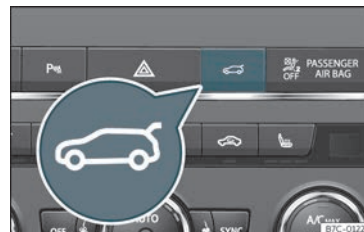

Fig. 80 Consola central: tecla per obrir i tancar la porta posterior.
- **O BÉ:** premeu durant almenys un segon la tecla a la consola central »» fig. 80. La tecla també funciona amb l'encesa desconnectada.
• **O BÉ:** premeu la tecla  situada a la consola central fins que la porta posterior estigui tancada »» **fig. 80**.